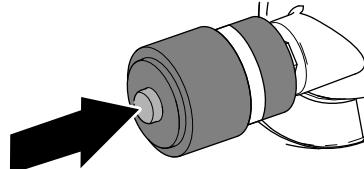

Bild 111
- Wenn ein roter Streifen in der Wartungsanzeige des Luftfilters sichtbar ist, drücken Sie die Rücksetztaste am Ende der Anzeige (Bild 111).